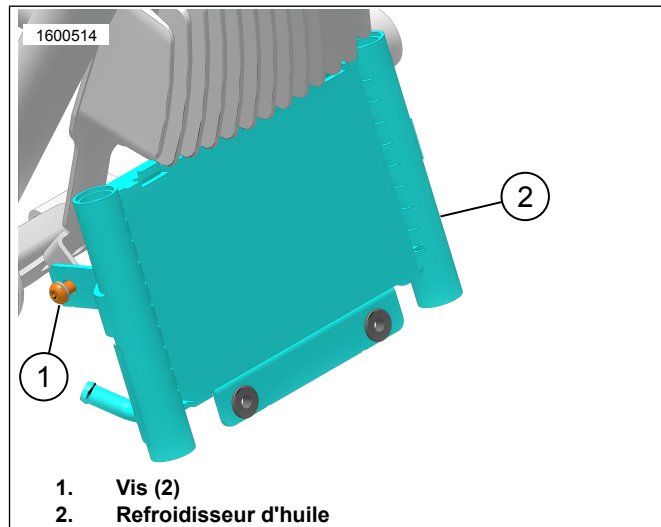

Figure 2. Vis de refroidisseur d'huile
2. Voir la figure 2. Déposer les vis (1).
- a. Voir la figure 2. Installer et serrer les vis (1).